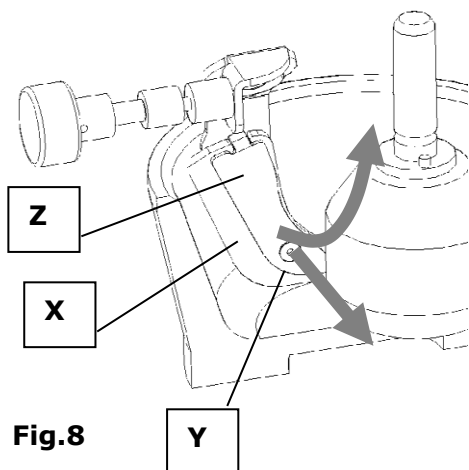

Fig.8
- Se il raschiatore non è totalmente a contatto con il fondo del mortaio e con la parete interna di questo (linea punteggiata in fig.8), esso dovrà essere nuovamente regolato.